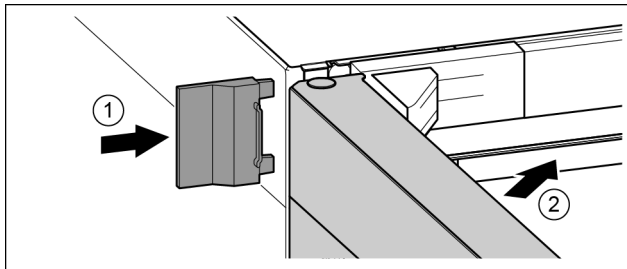

Fig. 26
- ▶ Inserire spingendo la copertura esterna. Fig. 26 (1)
- ▶ Chiudere la porta superiore. Fig. 26 (2)